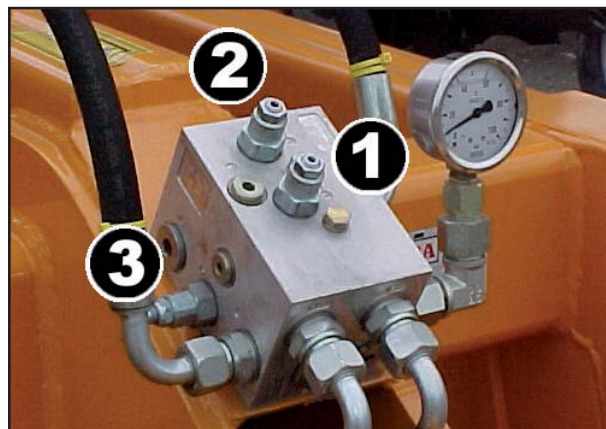

Figure 2.02 : Bloc de distribution
9. Vérifiez la pression d'aile sur le manomètre (voir figure 2.02). Si elle est au-dessus ou au-dessous de la valeur souhaitée, pressurisez les ailes pour les plier, ce qui remet à zéro la valeur. Augmentez la pression côté vérin en tournant la vanne (figure 2.02, vanne 3) dans le sens des aiguilles d'une montre. En la tournant dans